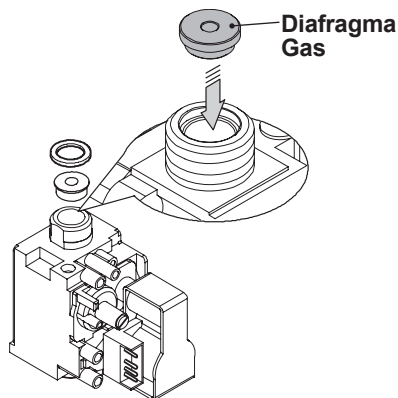

Figura 8.2
- Realice el cambio del tipo de gas sustituyendo correctamente el diafragma de gas (Figura 8.2), consultando la sección "Datos técnicos", pág. 26 (modelos M260.2025 SM/M) y pág. 29 (modelos M260.3035 SM/M).